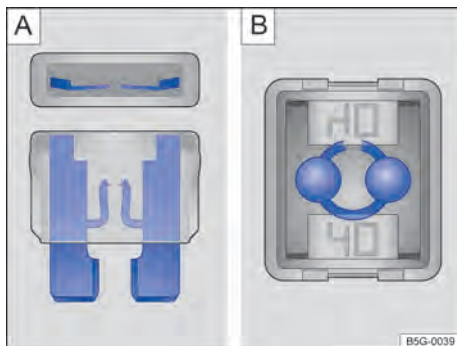

Fig. 178 Fusível queimado: **A**) fusível plano, **B**) fusível de bloqueio.
- Um *fusível plano* (ATO®, MINI®) queimado é reconhecido de cima ou de lado pela carcaça transparente nas faixas metálicas derretidas → Fig. 178
- Um *fusível de bloqueio* (JCASE®) queimado é reconhecido pelas faixas metálicas derretidas por cima da carcaça transparente → Fig. 178